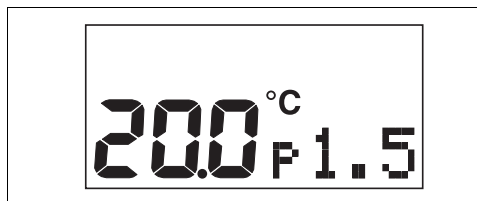

Fig. 7 Aflezen cv-waterdruk
- Vul de cv-installatie langzaam door de waterkraan een klein beetje te openen. Lees hierbij de cv-waterdruk af op de display (→ fig. 7) en sluit de waterkraan zodra de cv-waterdruk ongeveer 1,5 bar bedraagt. Zodra de cv-waterdruk 1,0 bar of hoger is, begint de cv-pomp te draaien en komt het cv-toestel mogelijk in bedrijf.